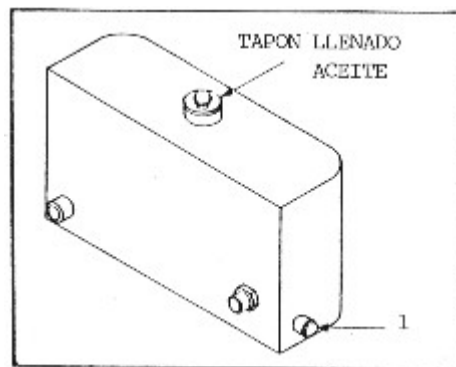

Fig. 13
- Sacar el tapón de vaciado (Fig. 13, nº 1) y dejar que drene todo el aceite.